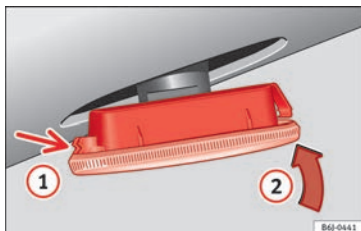

Abb. 108 Seitliche Blinker.
- Setzen Sie die Blinkleuchte zuerst mit den Befestigungslaschen ① » Abb. 108 in die Aussparungen in der Karosserie ein, und pressen Sie sie anschließend in Pfeilrichtung ② » Abb. 108 auf.